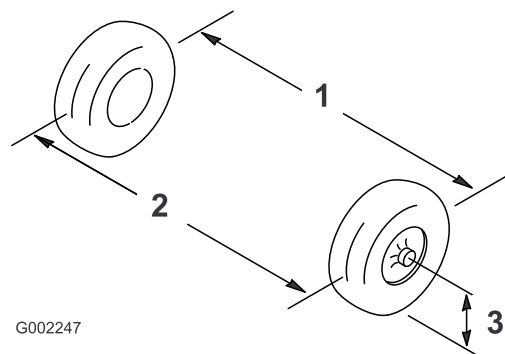

Figure 91
- Mesurez la distance entre les roues avant à hauteur d'essieu, à l'avant et à l'arrière des roues (Figure 91).